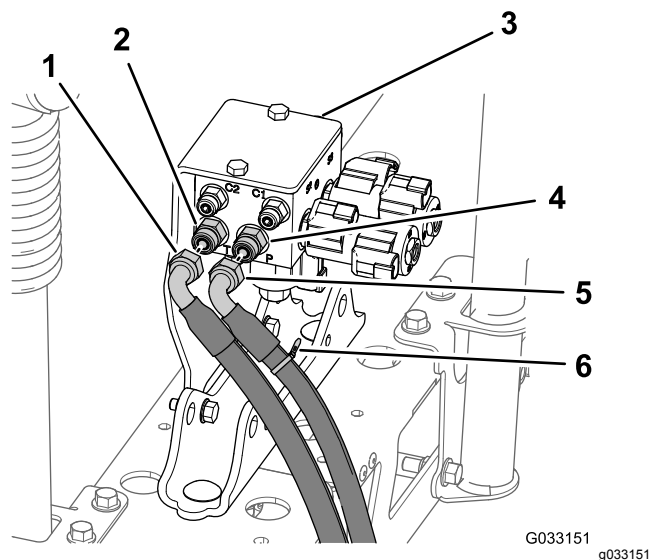

Рисунок 66
1. В отверстии Р коллектора подъема стрелы отметьте напорный гидравлический шланг кабельной стяжкой (Рисунок 66).
2. Отсоедините гидравлические напорный и возвратный шланги с коллектора подъема стрелы (Рисунок 66).